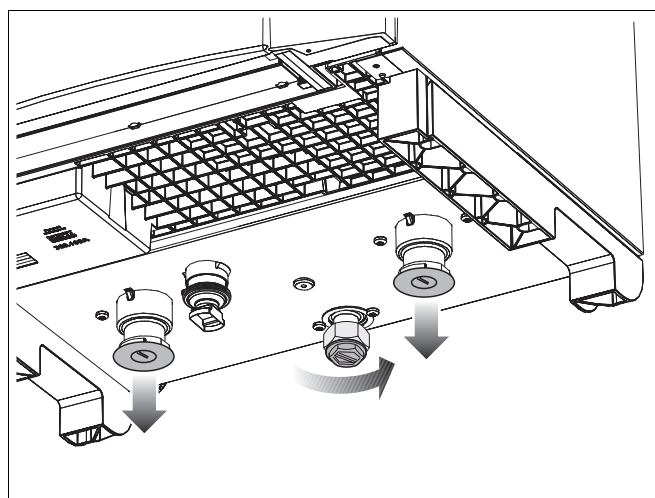

Fig. 10 Fjernelse af beskyttelseshætter
- Fjern beskyttelseshæfterne på undersiden af kedlen (fig. 10).